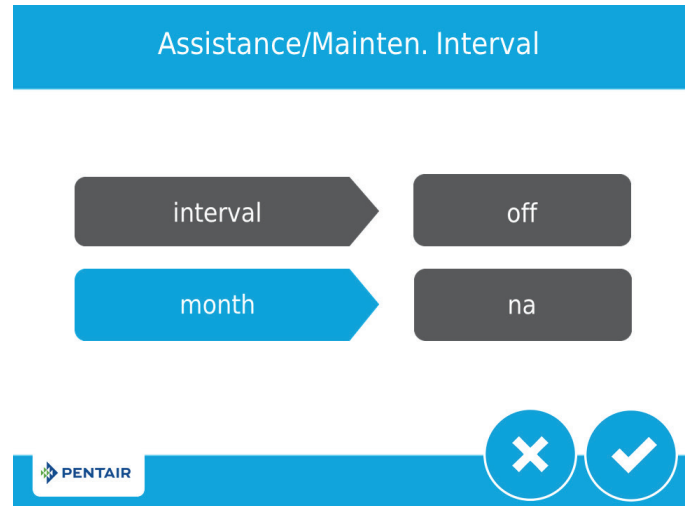

Figura 7 Pantalla Nombre de Asistencia/Manten.
4. Después de presionar , se muestra la pantalla Intervalo de Asistencia/Manten. (Figura 7).